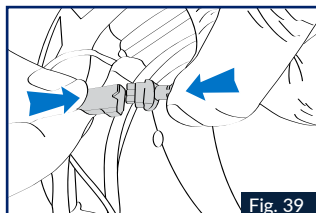

Fig. 39
10. Schließen Sie den Akku (dreipoliger schwarzer Stecker) und das Bedienfeld an (Abb. 39)